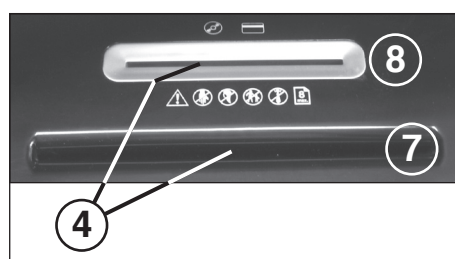

Fig. 2
Tilfør skjæreverket **papir** gjennom innmatingsstrakten for papiret (7) (fig. 2).
Tilfør skjæreverket **databærere** (CD, DVD eller kredittkort) enkeltvis gjennom den separat plasserte sikkerhets-innmatingsstrakten (8) (fig. 2).